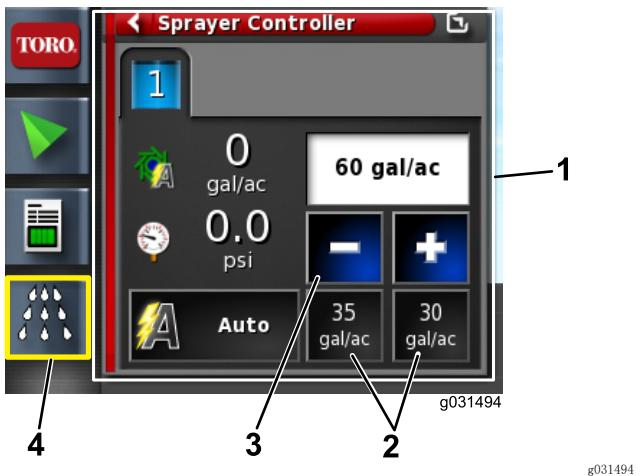

图10
4. 如果喷洒率错误,请选择预设喷洒率以递增方式进行更改,或选择当前喷洒率,手动输入喷洒速度(图10)。